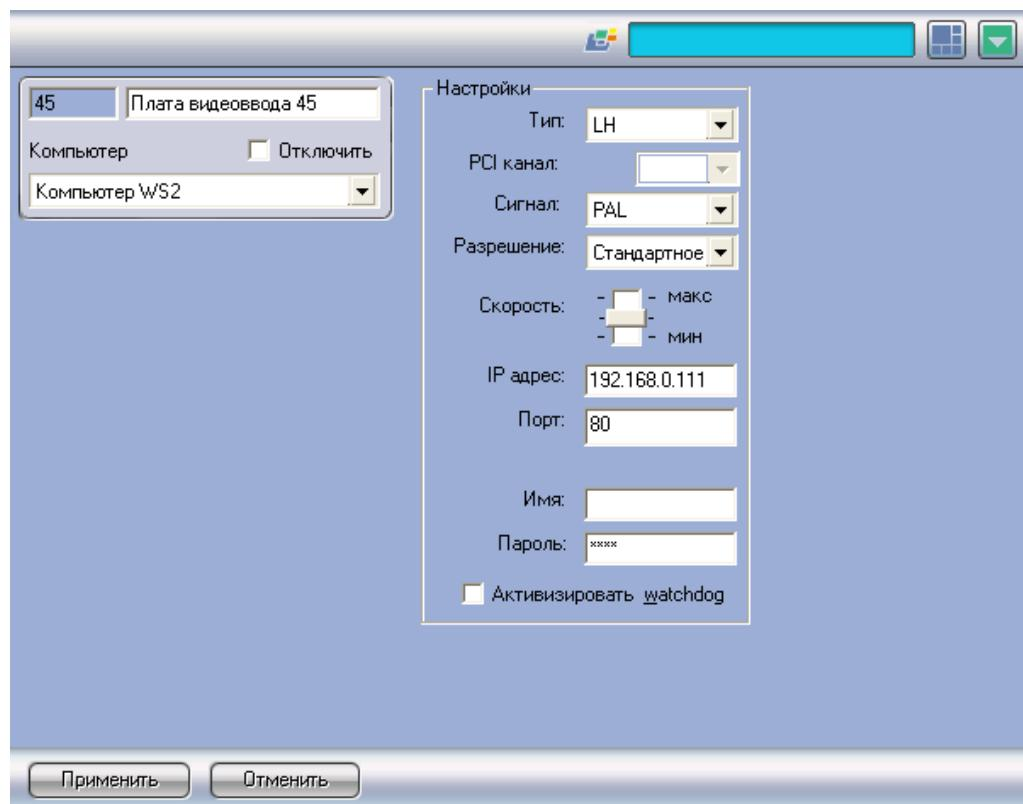

Рис. 7.2–11 Создание объекта «Плата видеоввода»
2. На объекте «Компьютер» (вкладка «Оборудование») создать новый системный объект «Плата видеоввода» (Рис. 7.2—11), задав тип платы видеоввода «LinuxHub» и IP-адрес требуемого LH (см. раздел «Идентификация Linux-сервера (Linux-хаба) в сети»).